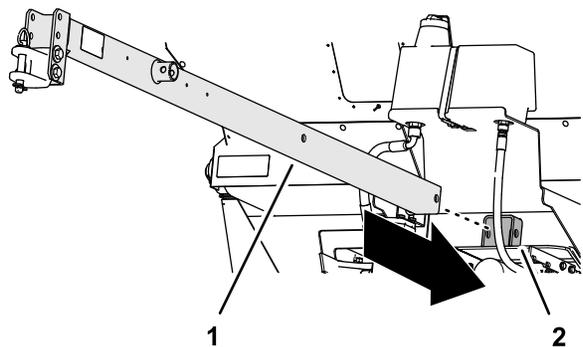

Figura 3
1. Insira o garfo através do tubo frontal do recetor, a estrutura da máquina e o tubo traseiro do recetor (Figura 3).